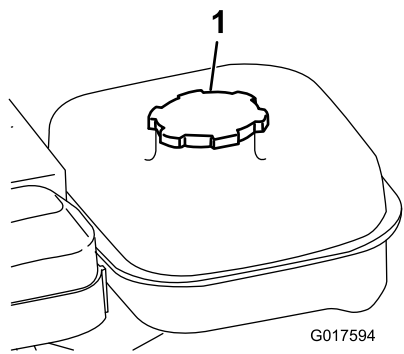

图21
- 清理燃油箱盖附近的区域，从油箱上取下盖子（图 21）。油箱加油时，油位不得超过滤网的底部。